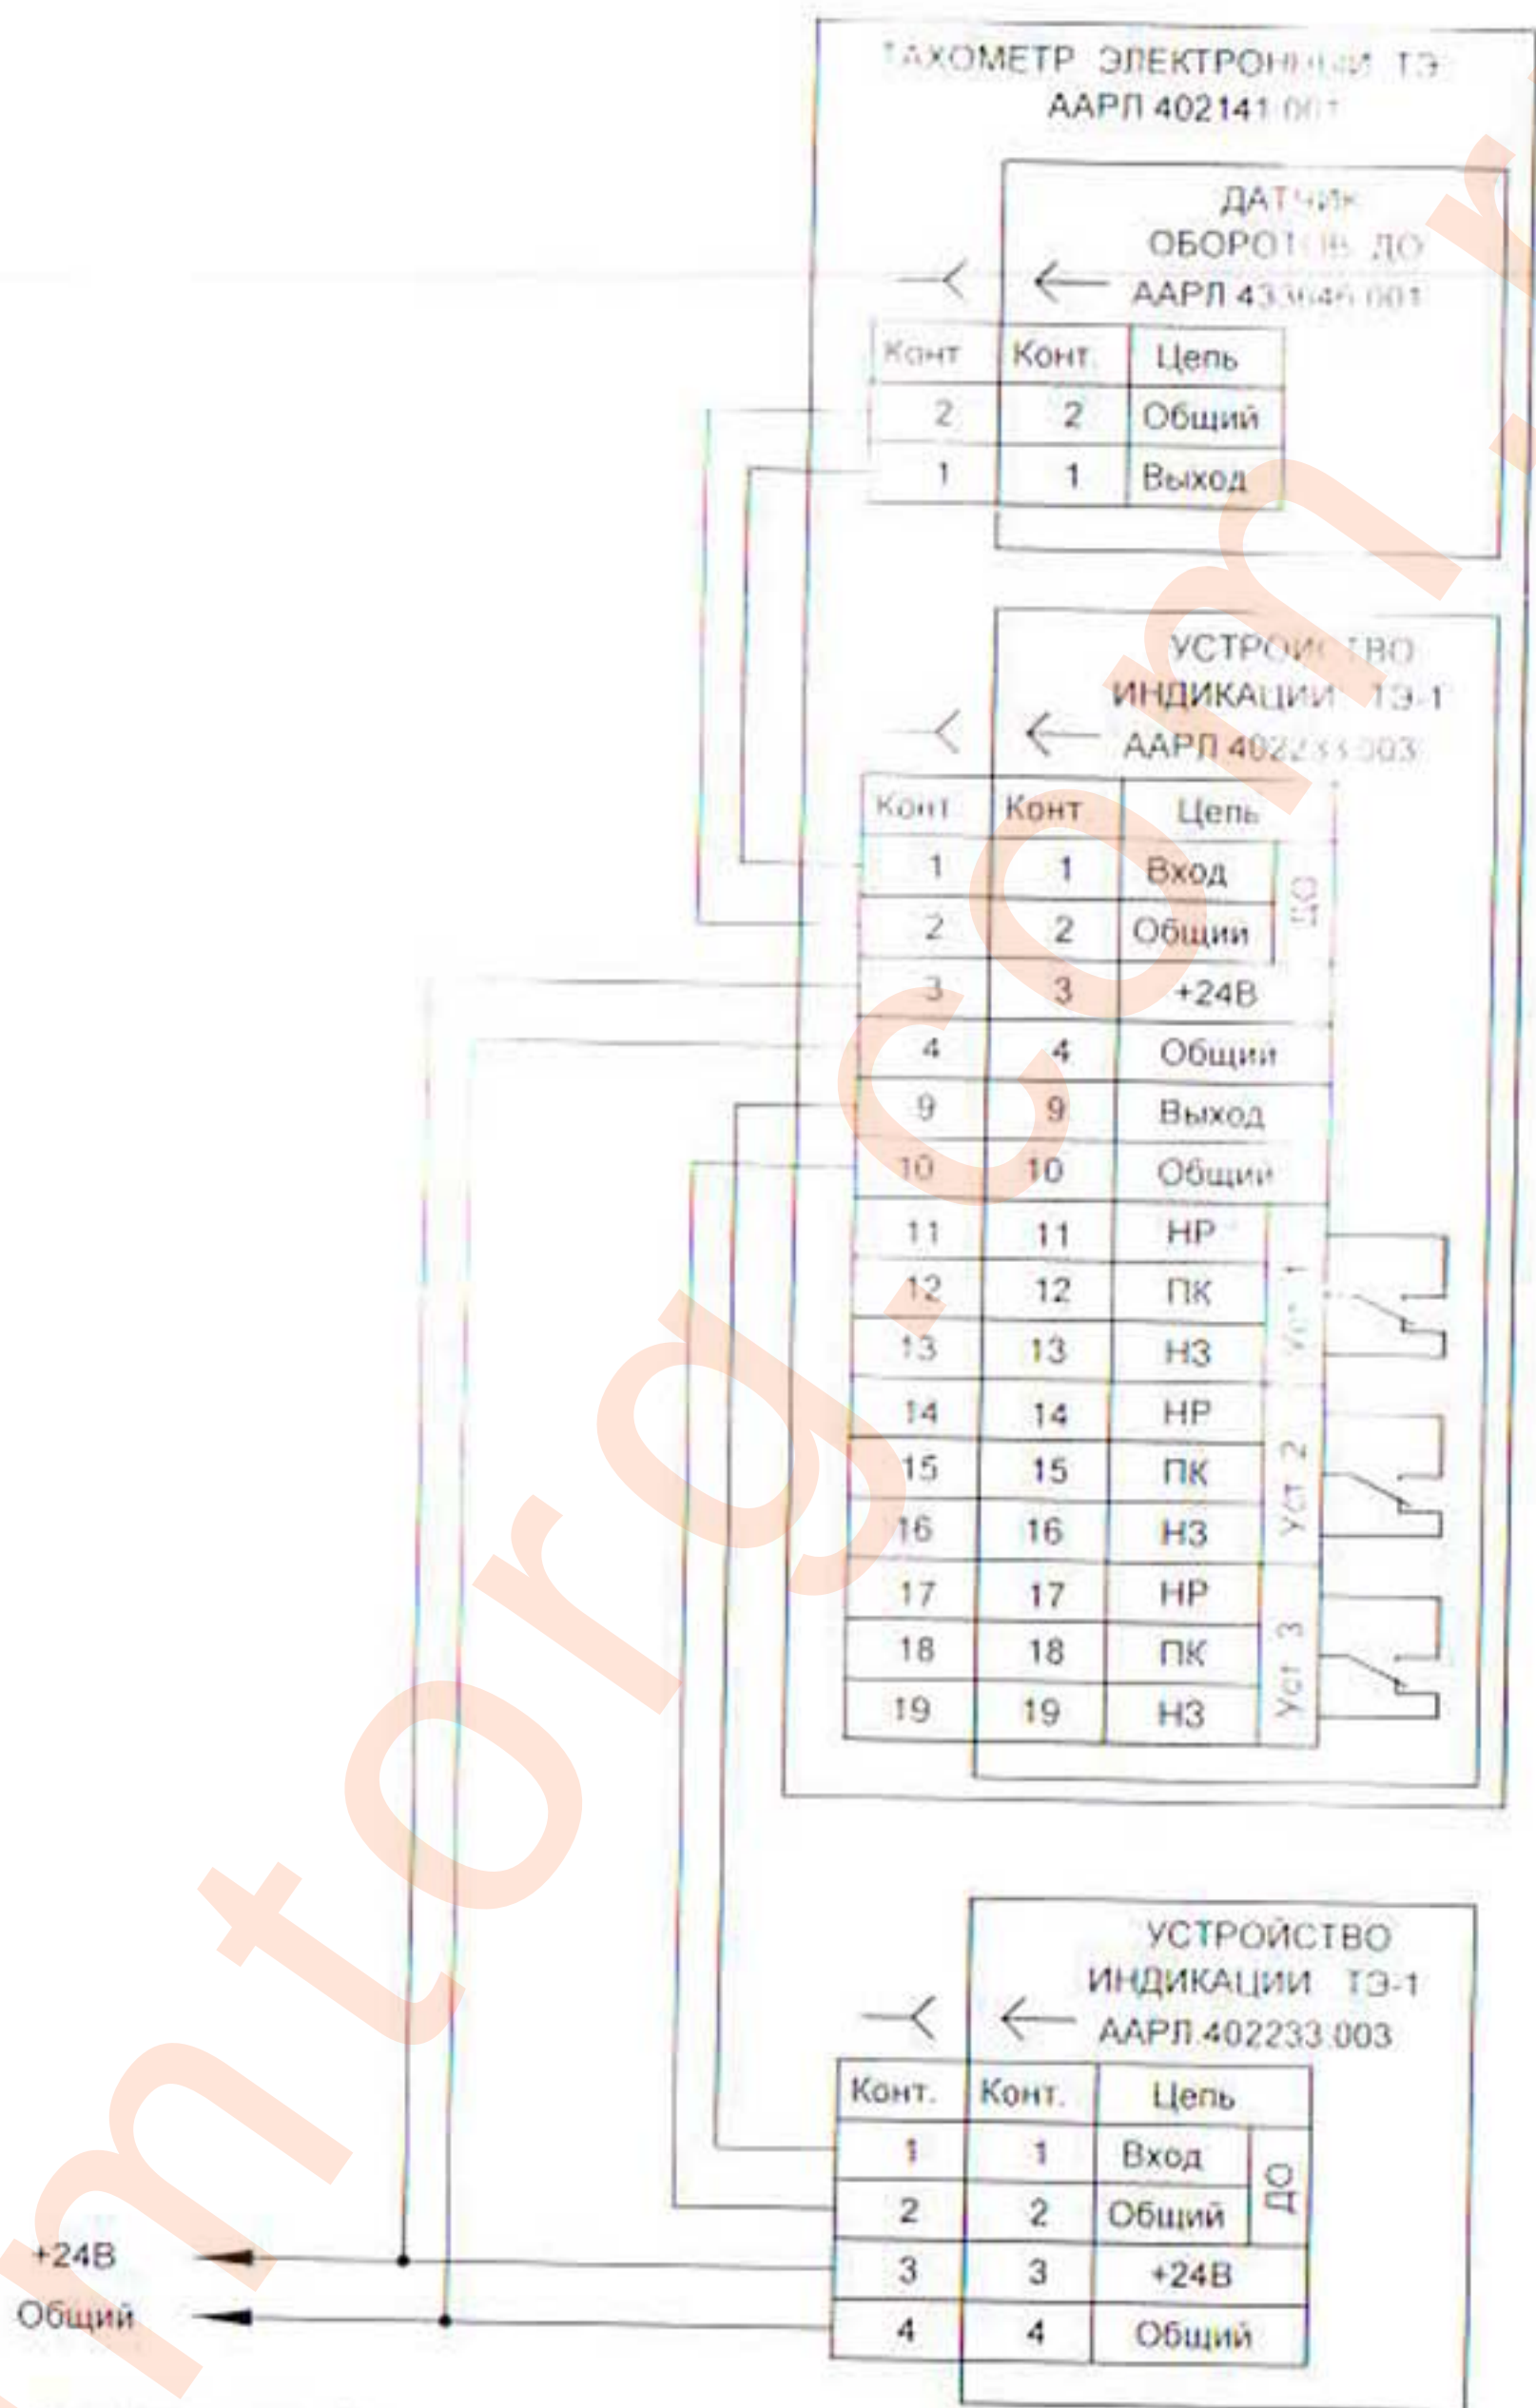

Рисунок 2 - Схема соединения
5.3.1 Монтаж выполнить согласно схемы соединения – рисунок 2. Использовать монтажный провод сечением 0,12 - 0,5 мм². Монтажные провода должны быть в экране. Экран должен быть заземлен.